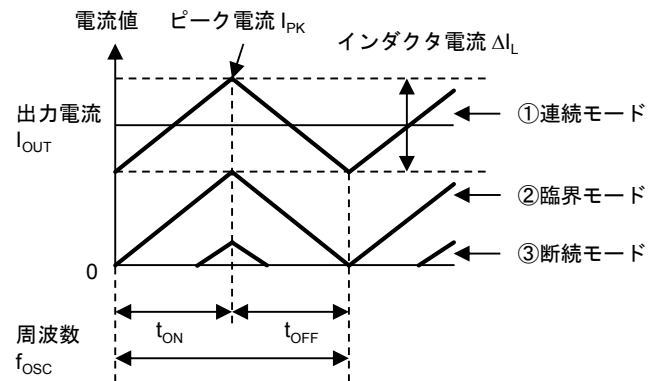

図9 インダクタ電流の状態偏移
理想的には、インダクタンス電流が連続モードになる様にL値を設定します。しかし負荷電流が小さくなる程、①連続モード → ②臨界モード → ③断続モードと電流波形が変化（図9）していきます。